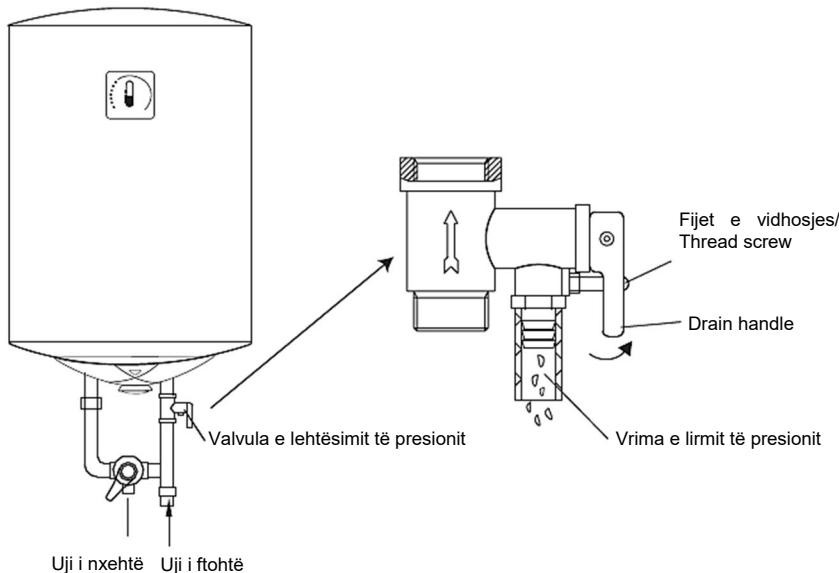

FIG 1
- Valvula e lehtësimit të presionit e bashkangjitur me ngrohësin duhet të instalohet në hyrjen e ujit të ftohtë të këtij ngrohësi (shih Fig.1) dhe sigurohuni që të mos ekspozohet në mjegull/ lagështi. Uji mund të dalë nga valvula e lehtësimit të presionit, kështu që tubi i daljes duhet të hapet gjërësisht në ajër; Valvula e lehtësimit të presionit duhet të kontrollohet dhe pastrohet rregullisht, në mënyrë që të sigurohet që nuk do të bllokohet.
7. Zhvihosni vidën e fijeve në valvulen e sigurisë shumëfunksionale dhe ngrini lart dorezën e kullimit. (Shih Fig.1) për të kulluar ujin nga rezervuari i brendshëm.